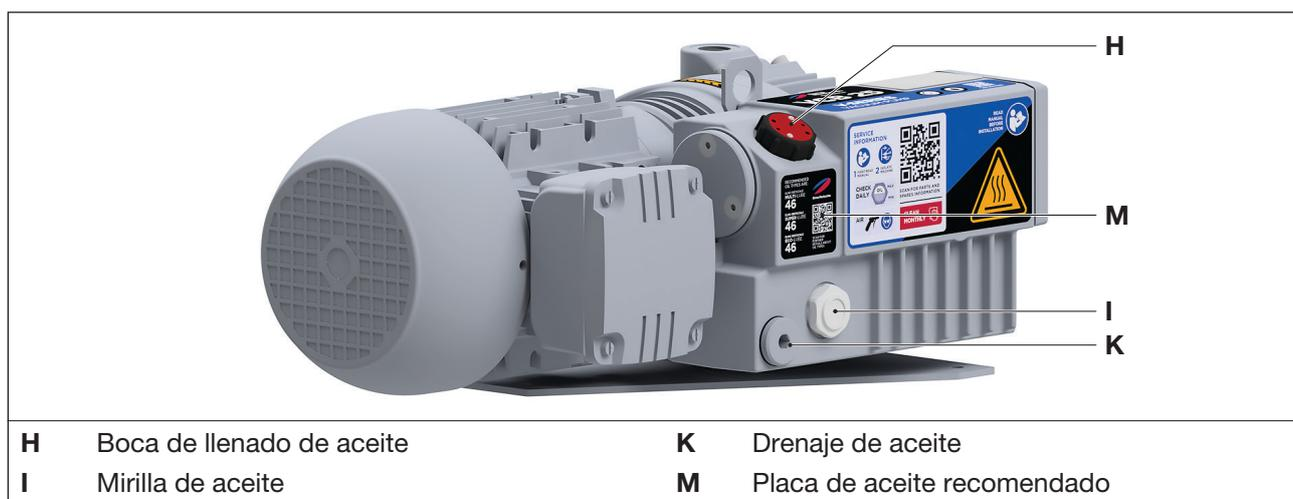

Fig. 6 Cambio de aceite
Para el funcionamiento, se recomienda emplear aceites de Elmo Rietschle (véase también la placa de aceites recomendados (Fig. 6/M) y Tab. 3 en la página 30).
- b) Abrir el cierre de la boca de llenado de aceite (Fig. 6/H) y llenar de aceite hasta el borde superior de la mirilla (Fig. 6/I).
- b) Abrir el cierre de la boca de llenado de aceite (Fig. 6/H), abrir el drenaje del aceite (Fig. 6/K) y dejar salir el aceite usado.
- c) Cerrar el drenaje de aceite (Fig. 6/K) e introducir aceite nuevo en la boca de llenado de aceite (Fig. 6/H) hasta el borde superior de la mirilla (Fig. 6/I).
- d) Controlar el nivel de aceite a través de la mirilla (Fig. 6/I).